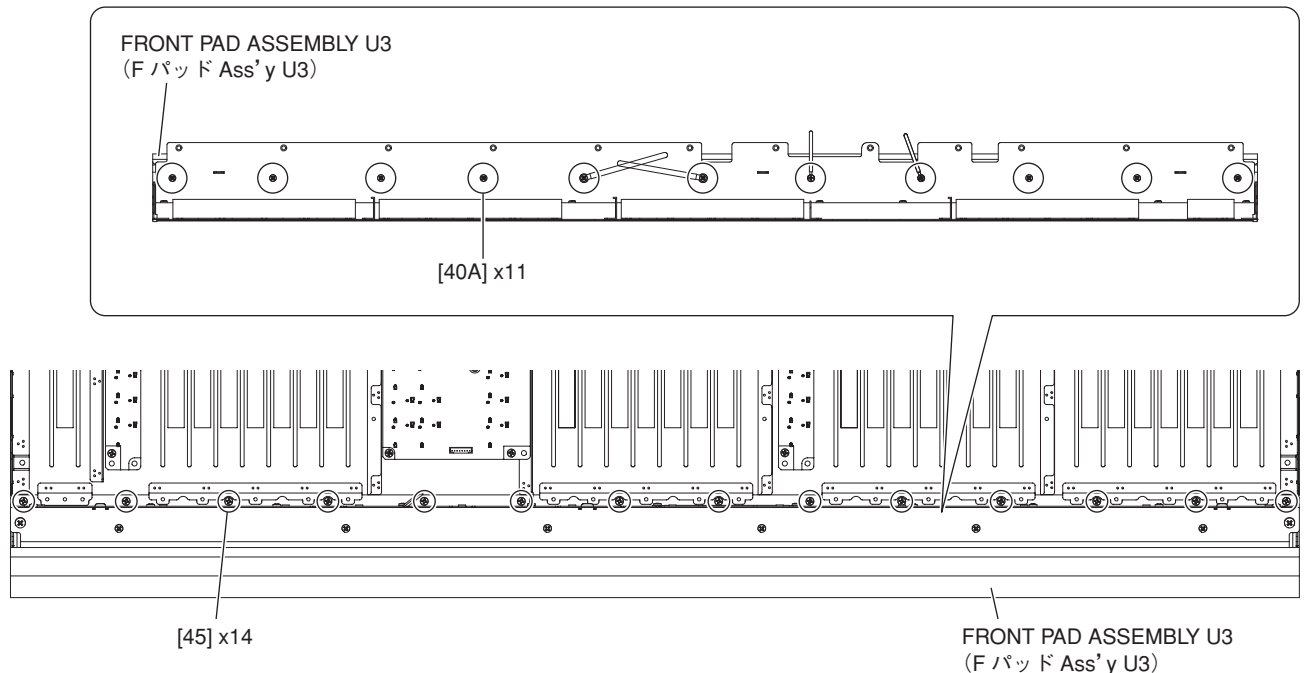

Fig. 12 (図 12)
- B-16-4. Remove the fourteen (14) screws marked [45] and the eleven (11) screws marked [40A]. The front pad assembly U3 can then be removed. (Fig. 12)
- B-16-4. [45] のネジ 14 本と [40A] のネジ 11 本外して、Fパッド Ass'y を外します。(図 12)